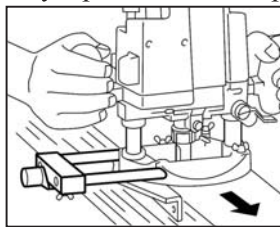

рис. 9
Параллельный упор (рис.9) служит для прямолинейного фрезерования кромок и канавок, параллельно ровному краю заготовки, на определённом
- вставьте направляющую в отверстия в основании фрезера и закрепите с помощью винтов крепления направляющей **12** (рис.9).